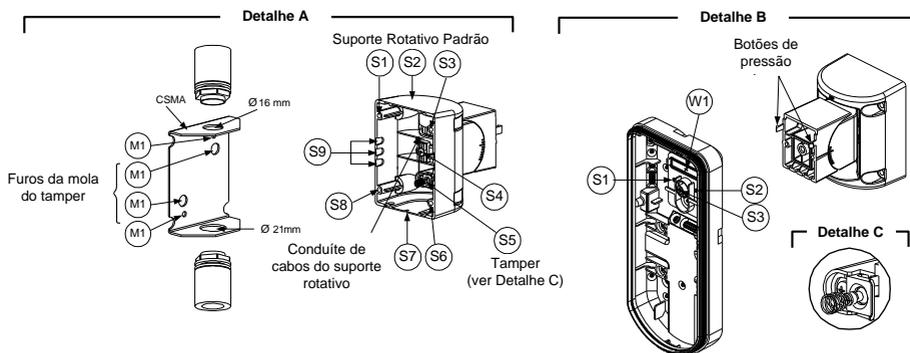

Figura 6
3. Abra os furos pré-marcados na base externa (Figura 6, Detalhe B)
4. No acessório do Suporte Padrão remova os furos pré-marcados de fiação S2, S7 ou S9 (Figura 6, Detalhe A).
5. Remova o tamper de parede da base interna (Veja o item: "Mudando a posição do tamper de parede") e conecte-o no S5 (Figura 6, Detalhe A) do Suporte Padrão.
- a. Insira o cabeamento externo através dos furos pré-marcados S2, S7 ou S9 e puxe-os (incluindo a fiação de tamper) Através da passagem de fiação do suporte padrão (Figura 6, Detalhe B).
Montando o suporte com conduíte (usando o Adaptador Metálico do Suporte de Conduíte - AMSC, Figura 6, Detalhe A)
- Insira os cabos externos e os fios do tamper na passagem de fiação do Conduíte (Figura 6, Detalhe A).
- Insira os fios do tamper e os cabos externos através do furo pré-marcado W1 do Suporte Padrão na base externa (Figura 6, Detalhe B).